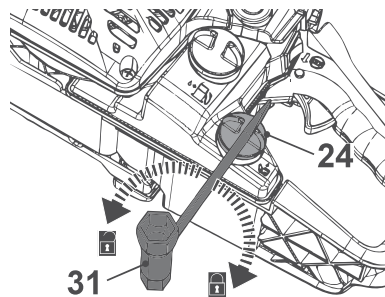

Fig. 16
1. Coloque el producto sobre una superficie estable y nivelada, con el tapón del depósito de aceite de cadena (24) hacia arriba. Recomendamos colocar una hoja no inflamable debajo del producto.
2. Desenrosque el tapón del depósito de aceite (24) y apártelo (Fig. 16).
4. Limpie el lubricante derramado con una bayeta suave y vuelva a colocar el tapón del depósito de aceite (24). Utilice la multiherramienta (31) para apretar el tapón correctamente (Fig. 16).